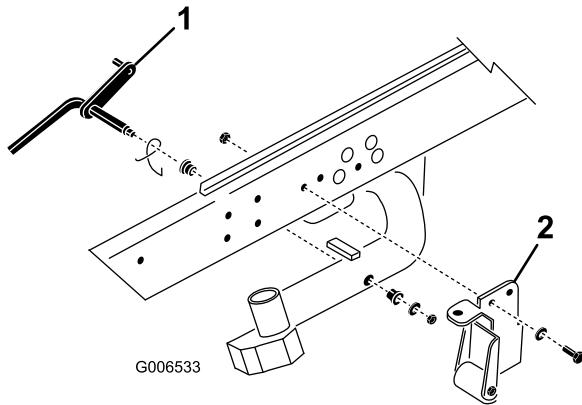

Figure 3
1. Enlevez le contre-écrou et la rondelle qui fixent la tige de pivot au bras de relevage n° 2 (Figure 3). Enlevez la tige de pivot et le ressort du bras de relevage. Répétez la procédure pour les bras de relevage n° 1 et 3.
**Remarque:** Le support avec galet et les autres supports du dispositif de basculement ne sont pas nécessaires pour utiliser les plateaux de coupe DPA (Figure 3). Ils peuvent être déposés au besoin.